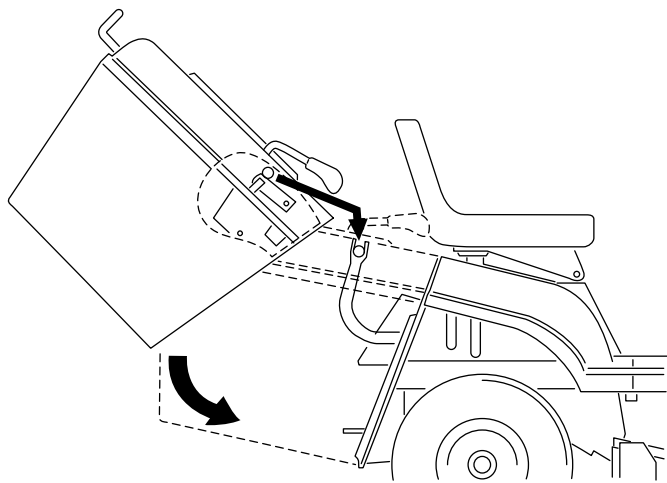

Figure 34
1. Tenez le bac des deux mains et basculez-le en avant (Figure 34).
2. Inclinez le bac en avant d'environ 40 degrés et glissez le sur les deux supports à l'arrière de la machine (Figure 34).